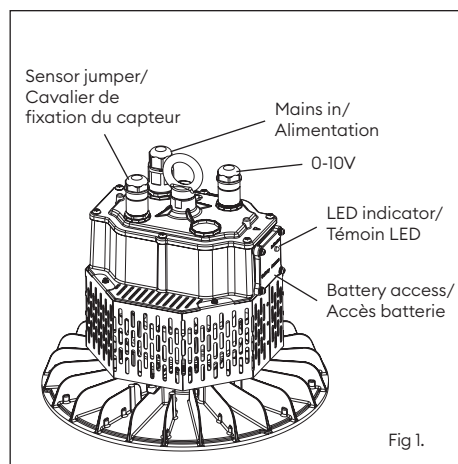

Fig 1.
- If using 0-10V control, connect 0-10V dimming cable (Fig.1) to the 0-10V input cable or slave product (see master and slave operation). Violet = DIM+, Pink = DIM-.
- Si vous utilisez une commande 0-10V, connectez le câble de variation 0-10V (fig.1) au câble d'entrée 0-10V ou au produit esclave (voir fonctionnement maître/esclave). Violet = DIM+, Rose = DIM-.